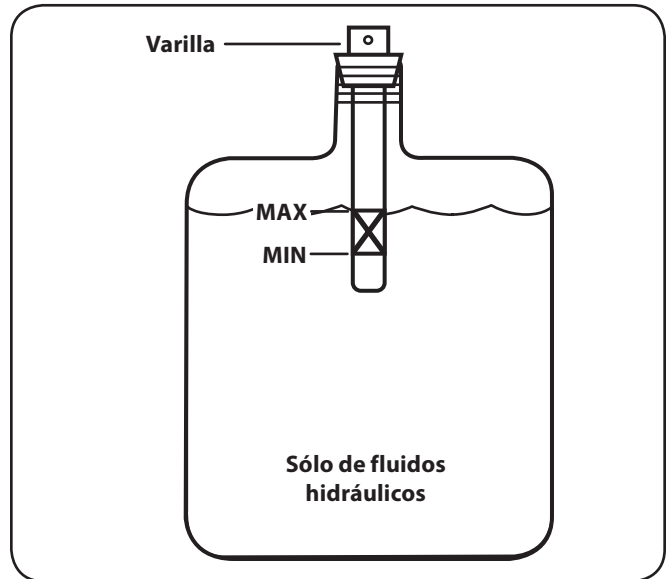

Figura 6-4
- Si Rellene el depósito necesario dentro del rango marcado en la varilla. Vea la Figura 6-4.